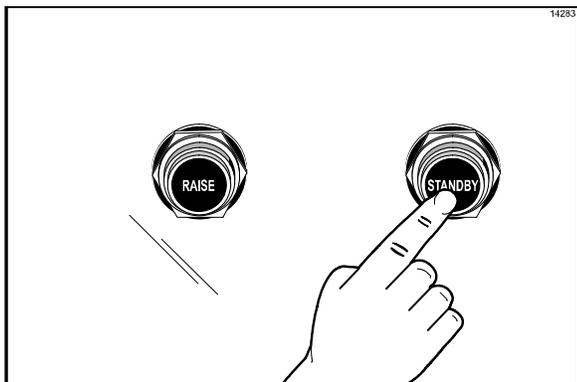

Figura 26
1. Para colocar la placa superior en la posición de espera (STANDBY), oprima el botón STANDBY (Espera) dos veces cuando la placa este abierta. (Vea la figura 26.)